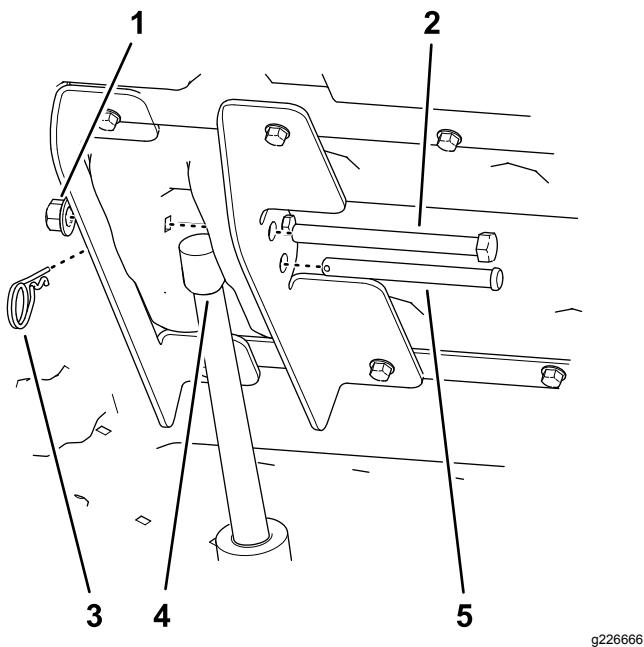

Figura 7
1. Retire el perno de cabeza hexagonal ($\frac{1}{2}$ " x $5\frac{1}{2}$ ") y la contratuerca ($\frac{1}{2}$ ") de los soportes de elevación interior y exterior (Figura 7).
2. Retire la chaveta del pasador (3 $\frac{1}{2}$ "), y retire el pasador (3 $\frac{1}{2}$ ") de la varilla del actuador del elevador (Figura 7).